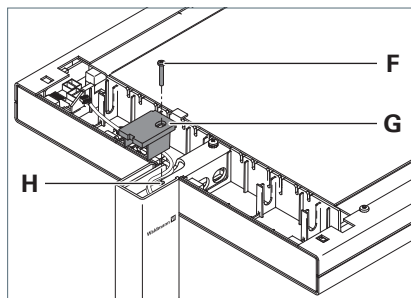

Fig. 3: Fissaggio della testa dell'apparecchio d'illuminazione.
- Collocare la copertura **G** dall'alto sul braccio portante, vedi Fig. 3.